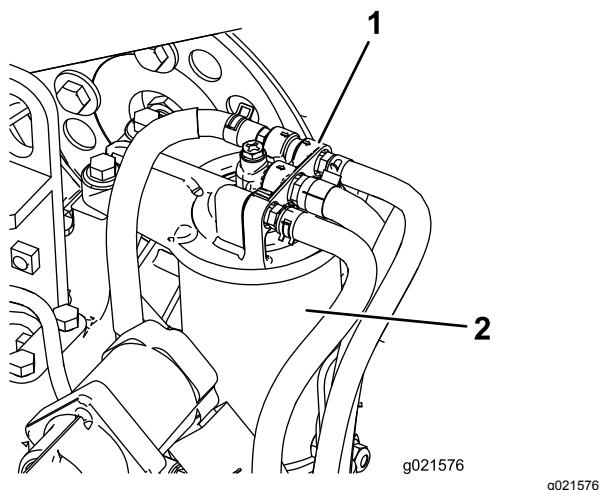

Figura 60
1. Limpie la zona alrededor del cabezal del filtro de combustible (Figura 60).
- Retire el filtro y limpie la superficie de montaje del cabezal del filtro (Figura 60).